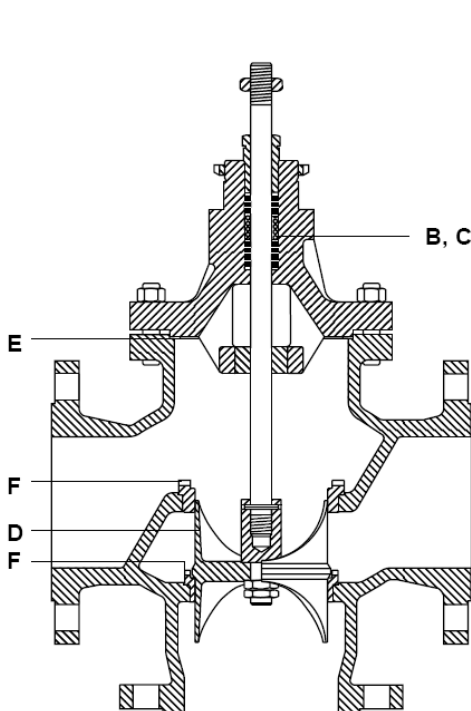

Fig. 12
5.1 Regelkleppen met klepsteelpakking (Fig.12 & 13)